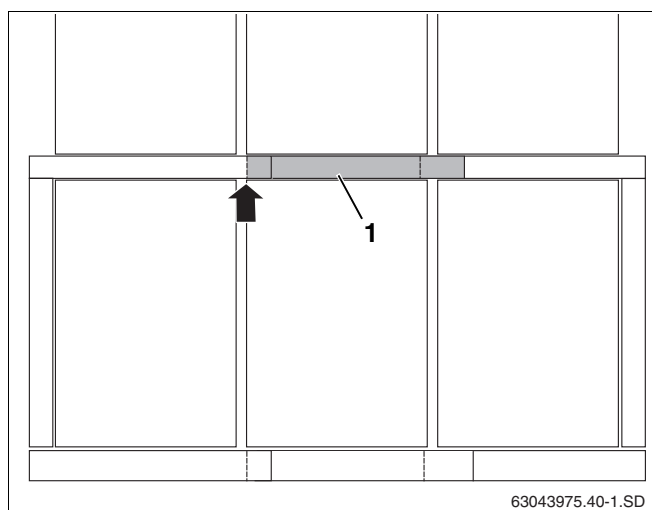

Fig. 52 Posicionamento das chapas de cobertura centrais
No caso de mais de dois colectores, são necessárias chapas de cobertura centrais (fig. 52, **item 1**) entre as filas de colectores. Estas devem ser montadas alinhadas à esquerda com o colector (seta).